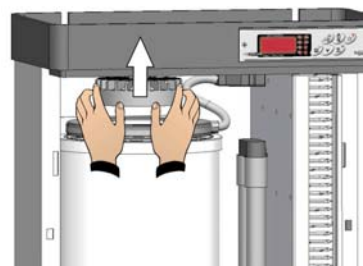

Fig. 31
4. Haussez la bride vapeur supérieure tout en la détachant du cylindre (fig. 31).